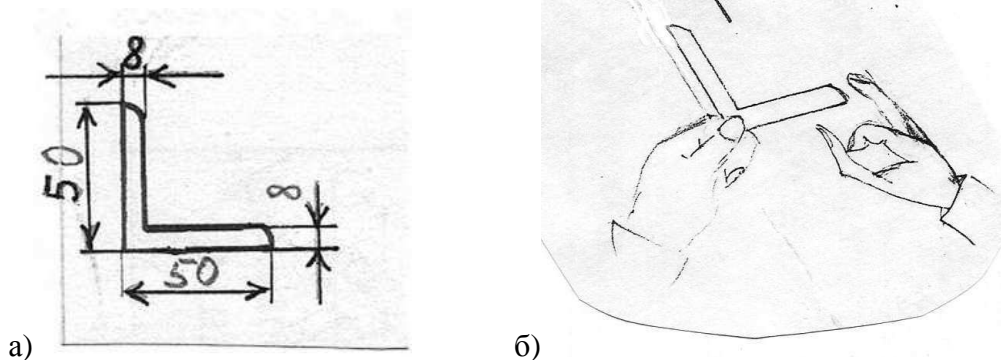

Рис. 1. Бумеранг: а) чертеж изделия; б) способ метания
**Бумеранг.** Перенести чертеж изделия (рис. 1, а) на картон, вырезать и, научившись запускать, так, чтоб бумеранг возвращался, сдать изделие преподавателю, который проверяет точность изготовления и умение правильно запускать бумеранг (рис. 1, б). Можно провести мини соревнование на дальность полета и точность приземления бумеранга, если это задание выбрало несколько студентов.